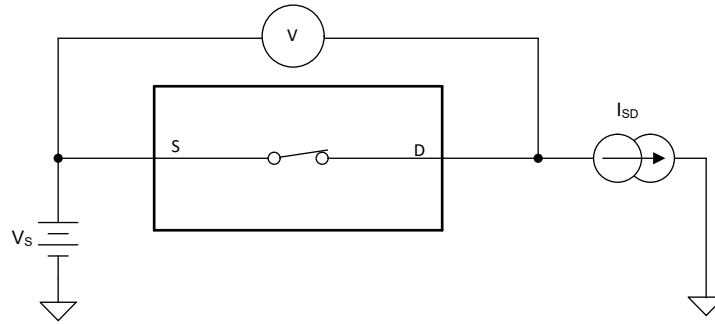

图 7-1. 导通电阻测量设置
器件的导通电阻是器件源极 (Sx) 和漏极 (Dx) 引脚之间的欧姆电阻。导通电阻随输入电压和电源电压的变化而变化。符号 R_{ON} 用于表示导通电阻。图 7-1 展示了用于测量 R_{ON} 的测量设置。电压 (V) 和电流 (I_{SD}) 可通过此设置进行测量，而 R_{ON} 可通过 $R_{ON} = V/I_{SD}$ 来计算。